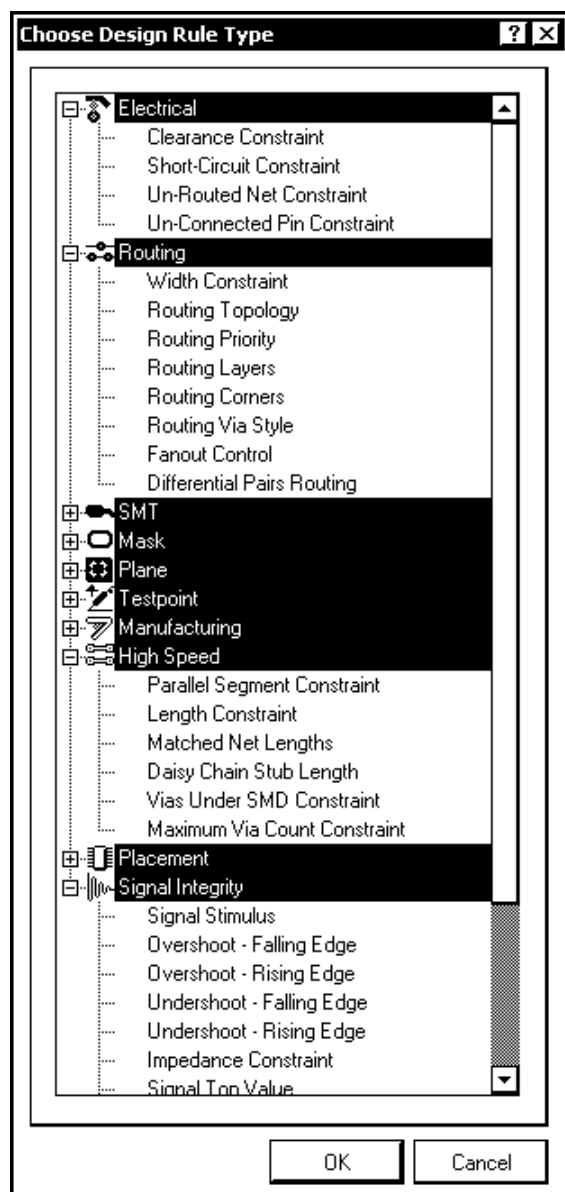

Рис. 4.16. Привязка правил к классам цепей
4. Чтобы привязать к классу некоторые правила проектирования печатного монтажа, вместо команды **Edit** в диалоговом окне **Parameters** следует нажать кнопку команды **Add as Rule** — добавить параметр как правило. В диалоговом окне **Parameter Properties** активизируется кнопка вызова процедур редактирования правил **Edit Rule Values**. Открывается диалоговое окно **Choose Design Rule Type** (рис. 4.16) с деревом правил проектирования, определяющих несколько десятков правил ведения проекта — электрические и трассировочные параметры, стиль контактных площадок и ряд других.